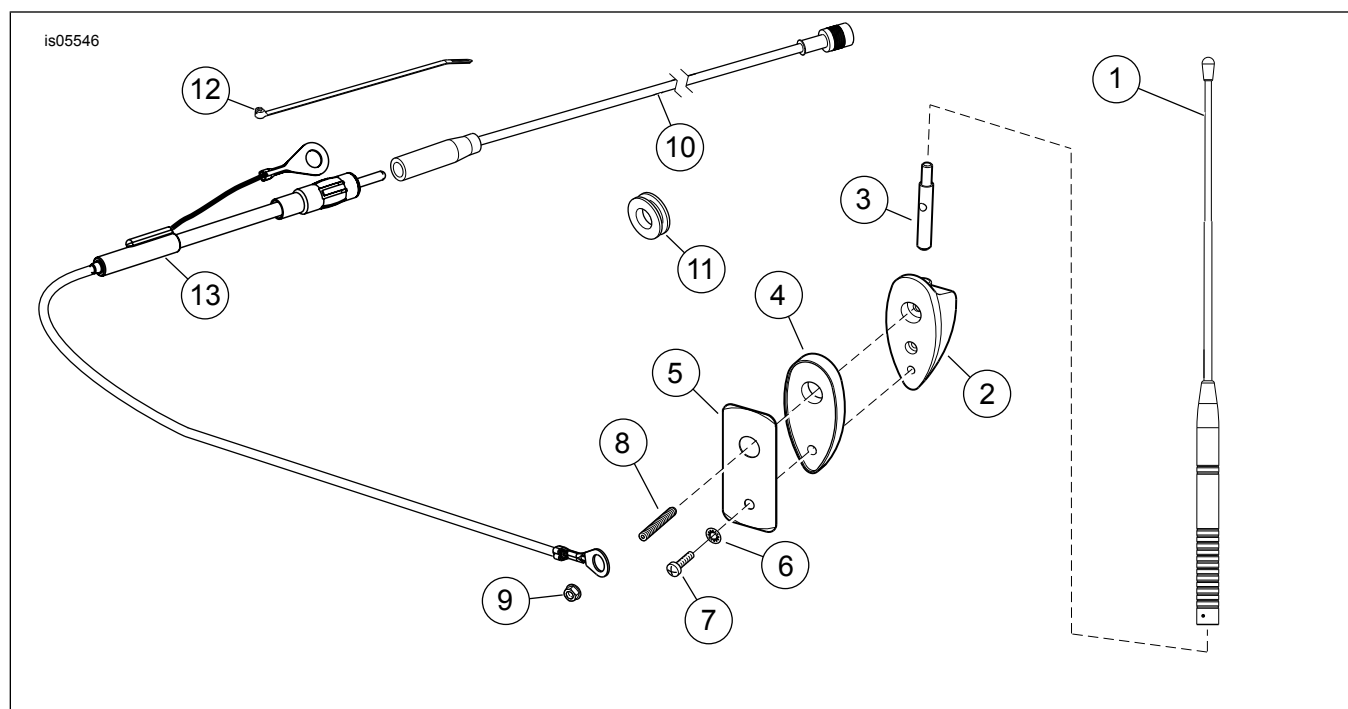

Figure 4. Pièces détachées : Kit d'antenne CB à audio avancé
Voir Figure 4 et Tableau 1.
1. Voir Figure 4. Introduire l'adaptateur (3) dans le trou en **haut** de la base de l'antenne (2).
2. Aligner le trou fileté dans le **CÔTÉ** de l'adaptateur avec le trou supérieur à l'arrière de la base. Introduire le goujon fileté (8) dans le trou **supérieur** à l'arrière de la base et visser le goujon dans le trou de l'adaptateur. Bien serrer le goujon.
3. Monter le joint de base (4) sur la base d'antenne.
4. Avec l'adaptateur (3) orienté vers le **haut**, placer l'ensemble de la base sur les trous percés précédemment dans la paroi arrière extérieure du coffre Tour-Pak. S'assurer que le goujon fileté (8) traverse le gros trou (de dessus).
5. Mettre la plaque de renforcement (5) d'antenne en position à l'intérieur du coffre Tour-Pak. Placer la borne circulaire sur le goujon de mât d'antenne. Utiliser l'écrou hexagonal avec la rondelle-frein (9) pour attacher la rallonge de câble, mais ne pas serrer complètement pour le moment.
6. Installer la vis TORX® (7) et la petite rondelle-frein (6) dans le petit trou (du bas) de la plaque de renforcement d'antenne dans la base de l'antenne. Bien serrer la vis. Bien serrer l'écrou hexagonal.
7. Installer le mât d'antenne (1) sur l'adaptateur de la base d'antenne (3).